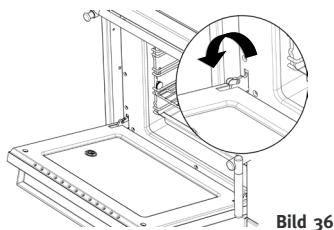

Bild 36
- Backrohtür ganz öffnen, Klipps an den Türscharnieren nach vorne klappen (Bild 36).